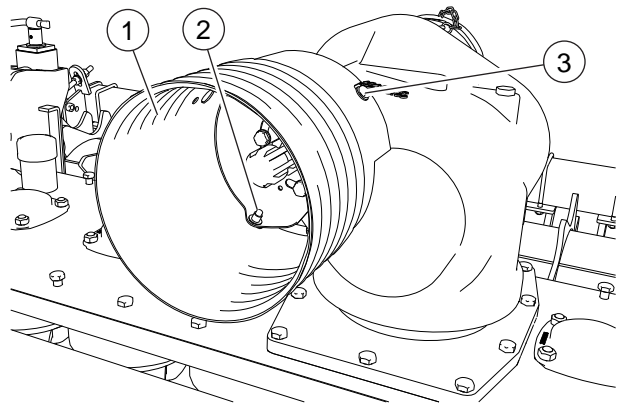

FIG. 14
- Posicionar la protección (1, “Fig. 14”). Enroscar los tornillos (2). Enroscar la tuerca (3).